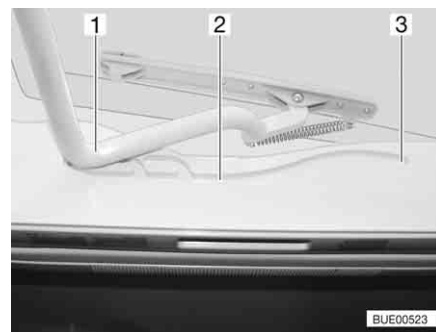

Fig. 85 Claraboya Heki, guía
- Tirar la horquilla (Fig. 85,1) en las guías (Fig. 85,2) hasta la posición trasera final (Fig. 85,3).
- Empujar el estribo (Fig. 85,1) ligeramente hacia arriba con ambas manos.
- Tirar el estribo en las guías (Fig. 85,2) hasta la posición deseada.